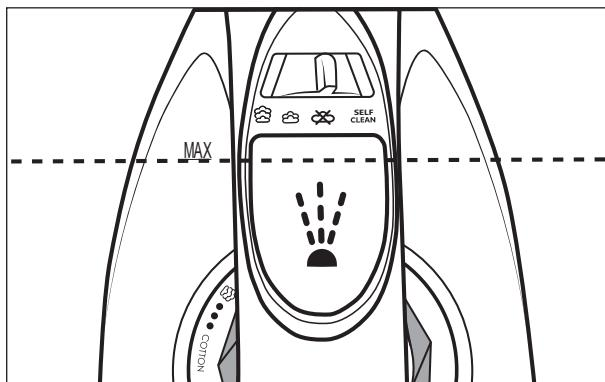

Fig. 1
- 3) Con el vaso medidor **11**, llene el depósito de agua ↗ **2** como máximo hasta la marca **MAX** (consulte la fig. 1).